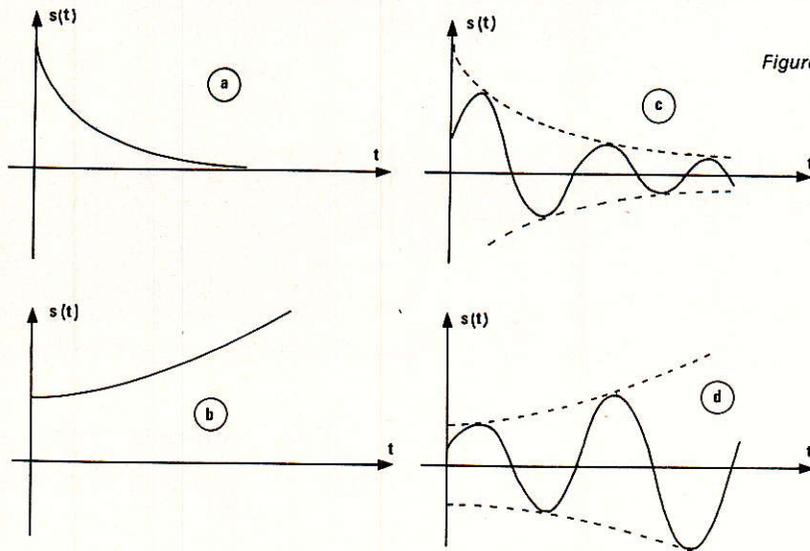

Figure 1
- **pôle réel négatif** : $r_1 = -\sigma$, avec $\sigma > 0$. L'exponentielle $A_1 e^{r_1 t}$ est alors décroissante (figure 1 a), et le fonctionnement est stable.
- **pôle réel positif** : $r_1 = \sigma$, avec $\sigma > 0$. Comme le montre la figure 1 b, l'exponentielle devient croissante. S'il n'existait pas de limitations physiques, l'amplitude de la sortie augmenterait indéfiniment : le fonctionnement est instable.
c'est-à-dire une fonction sinusoïdale d'amplitude décroissante, comme à la figure 1 c. Le système est alors stable.
est une sinusoïde d'amplitude exponentiellement croissante (figure 1 c), correspondant évidemment à un fonctionnement instable.